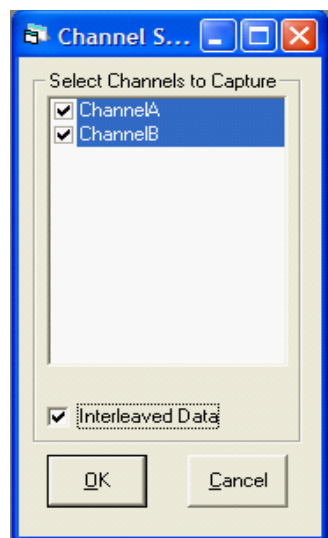

図23. チャンネルの選択
1. Config>Channel Selectの順にクリックし、図23に示したウィンドウを開きます。[Interleaved Data]ボックスが選択されていることを確認したら、[OK]をクリックします。ソフトウェアのChannel Aは、評価用ボードの下部のFIFOおよびFIFO回路図のチャンネル1に相当します。Channel Bは、評価用ボードの上部のFIFO（Analog Devicesのロゴに最も近いもの）およびFIFO回路図のチャンネル2に相当します。詳細は、「ジャンパ」を参照してください。